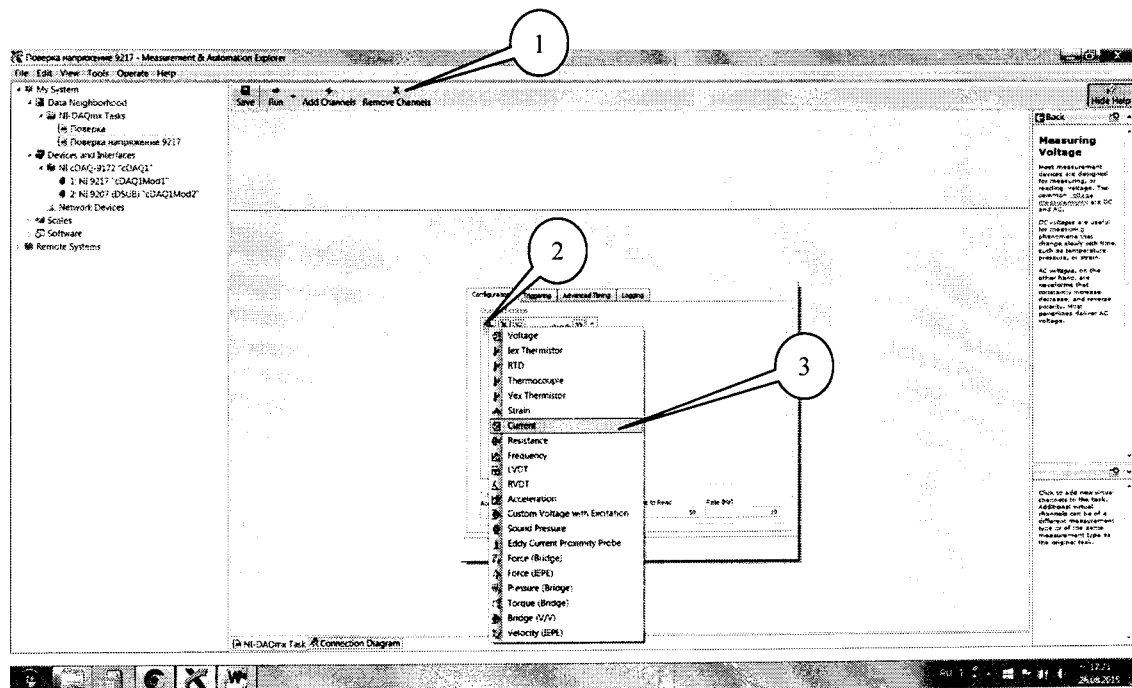

Рисунок 9.
7.4.1 В диалоговом окне (рисунок 9) удалить каналы измерений напряжения нажатием кнопки «Remote Channels» (1). В окне настроек каналов нажать кнопку каналов (2) и выбрать измеряемую величину «Current» (3).